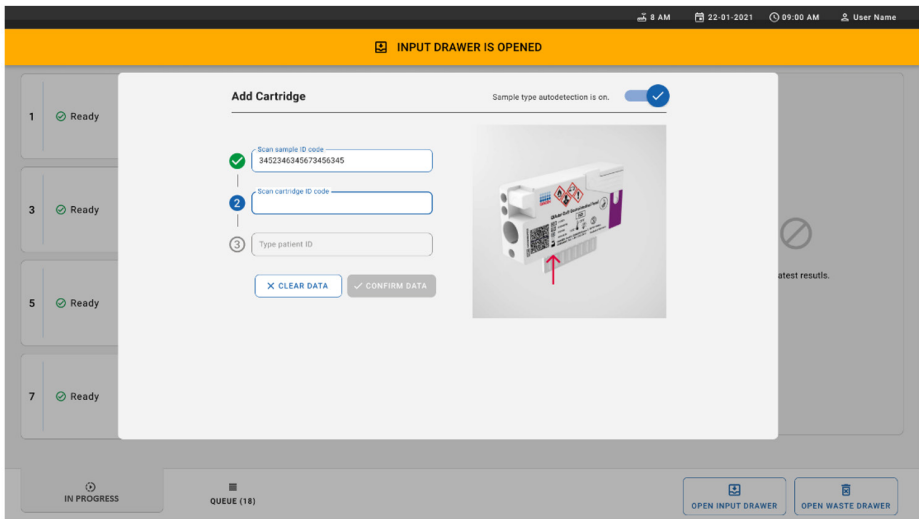

Figura 22. Tela de leitura do ID do QIAstat-Dx Gastrointestinal Panel 2 Cartridge
8. Depois de inserir o código de barras de ID da amostra, efetue a leitura do código de barras do QIAstat-Dx Gastrointestinal Panel 2 Cartridge a ser usado (posição indicada pela seta). O QIAstat-Dx Rise reconhecerá automaticamente o ensaio a ser executado com base no código de barras do QIAstat-Dx Gastrointestinal Panel 2 Cartridge (Figura 22).